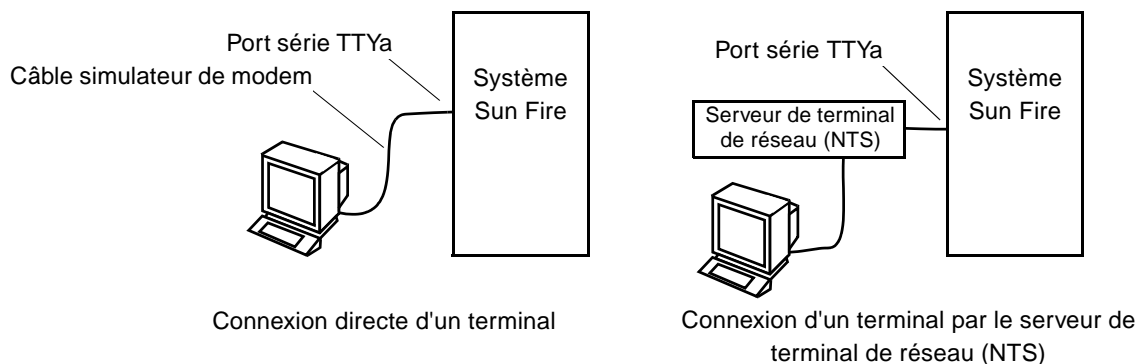

FIGURE 2-9 Connexions des câbles série
La configuration initiale du système nécessite la connexion d'un terminal ASCII au port série TTYa principal sur le panneau de raccordement, à l'aide d'un câble simulateur de modem ou par un serveur de terminal de réseau (NTS) (FIGURE 2-9).
2. **Connectez l'autre extrémité du câble série au terminal ASCII ou au serveur NTS (FIGURE 2-9).**